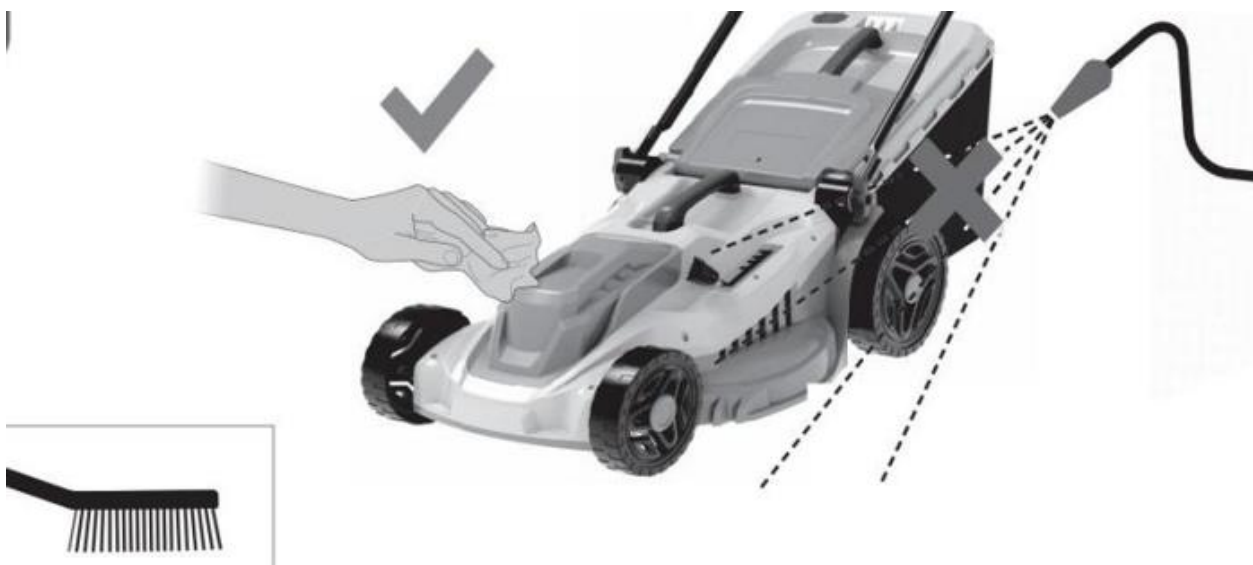

Fig. 14
2. Wyczyścić urządzenie ściereczką, szczotką ręczną itp. (Fig. 14)